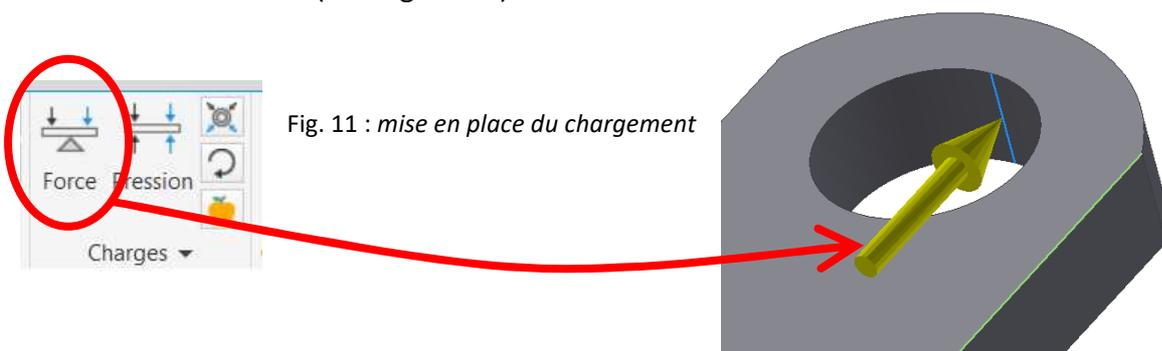

Fig. 11 : mise en place du chargement
- Placer une force de 2000 N (voir figure 11).